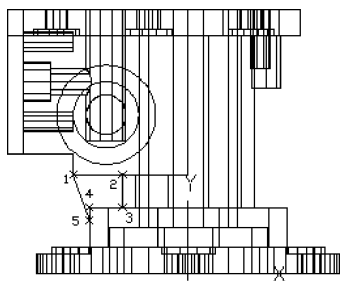

图 13-100 绘制多段线
(1) 切换视图到前视图。
(2) 单击“默认”选项卡“绘图”面板中的“多段线”按钮, 如图 13-100 所示, 从点 1 (中点) → 点 2 (垂足) → 点 3 (垂足) → 点 4 (垂足) → 点 5 (@0, -4) → 点 1, 绘制闭合多段线。